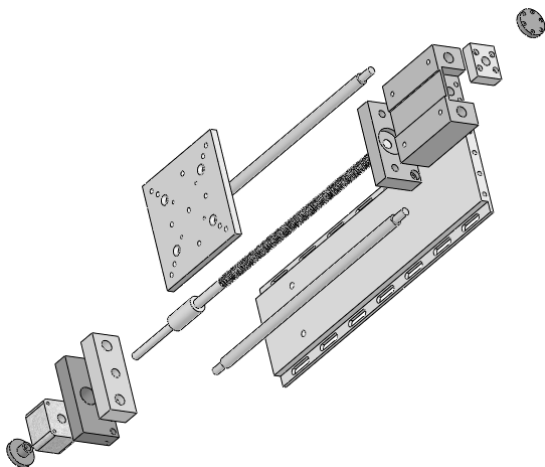

图 11-51 删除“爆炸步骤 1”后的视图
- 5) 在“爆炸步骤 1”的右键快捷菜单中选择“删除”命令, 该爆炸步骤就会被删除, 零部件恢复爆炸前的配合状态。删除“爆炸步骤 1”后的视图如图 11-51 所示。